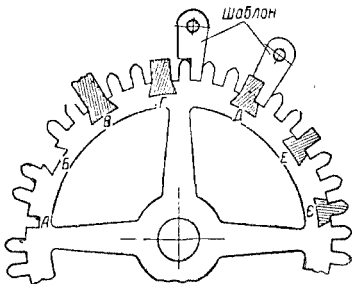
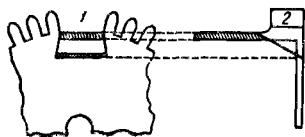

Рис. 46. Виправлення зубців колеса.
Рис. 47. Виправлення зубців у барабані.
Виправлення і вставляння зубців. Дуже погнутий зубець рідко вдається виправити, як правило, він відломлюється. Якщо колесо з зламаними зубцями не вдається замінити новим або така заміна зв'язана із значними побічними роботами, колесо виправляється одним із способів, указаних на рис. 46.
1. В ободі колеса випилюється плоскою ножівкою (рис. 46) заглибина А, в яку щільно вставляється кусок латуні, після чого відповідними напилками йому надається однаковий з іншими зубцями профіль.
3. Іншого вигляду замок вставляється в барабан, якому потрібні особливо стійкі зубці. В барабані вирізують вказаний на рис. 47 замок 1, що захватує обід і частину дна барабана, потім з латуні виготовляють точно припасований клин 2. Його міцно вставляють в замок і акуратно запаюють легкоплавким припоем, лишки клина відрізують і відпилюють. Остаточне обпилювання зубців провадиться за допомогою шаблону (рис. 46). Випуклість всередині барабана обпилюють заздалегідь або обточують на верстаті.
Який же з описаних способів можна рекомендувати? В тих колесах, де навантаження на зубець зовсім незначне (годинне, вексельне та ін.), перший спосіб (рис. 46, А) цілком достатній; в барабані і колесах, де зубець зазнає великого навантаження, слід застосовувати спосіб, указаний на рис. 46, Б.